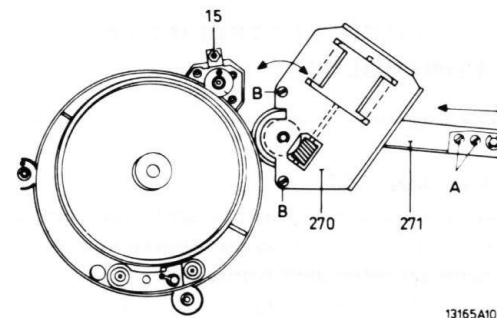

Fig. III-6
Het draaivlak van ondertrommel 184 is parallel geplaatst aan het vlak waarop de cassette ligt. Dit heeft men gedaan door onder de trommelgeleidingsrollen (gemarkeerd ● in fig. III-6) ringen van verschillende dikte te monteren. Het verdient aanbeveling om bij demontage van de geleidingsrollen of van de ondertrommel de rollen met de bijbehorende ringen te merken, daar anders bij hermontage de parallelinstelling opnieuw afgeregeld moet worden.
- Draai de schroeven A (zie fig. III-6) van de tandbeugel 271 enige slagen los en schuif de tandbeugel volledig naar rechts.
- Draai de schroeven A (zie fig. III-6) van tandbeugel 271 enige slagen los en schuif de tandbeugel zo ver mogelijk naar rechts.
- 2.2.8. Controleer of er tussen het chassis en stelschroef 15 (zie Fig. III-6) een speling is van $0,5 - 0,2$ mm. Indien nodig moet schroef 15 opnieuw ingesteld worden.